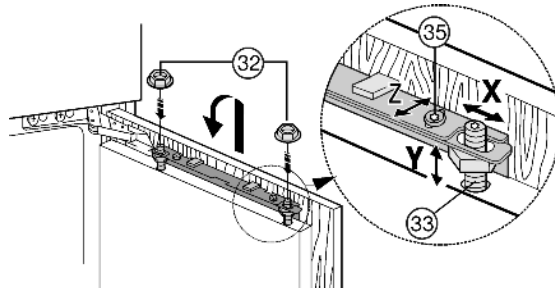

Fig. 23
- ▶ Appendere l'anta del mobile ai perni di regolazione Fig. 23 (33) e avvitare leggermente i contro-dadi Fig. 23 (32) sui perni di regolazione.
- ▶ Regolare l'altezza Y e l'inclinazione laterale dell'anta del mobile: Regolare i perni di regolazione Fig. 23 (33) con un cacciavite.
- ▶ Serrare i contro-dadi Fig. 23 (32).